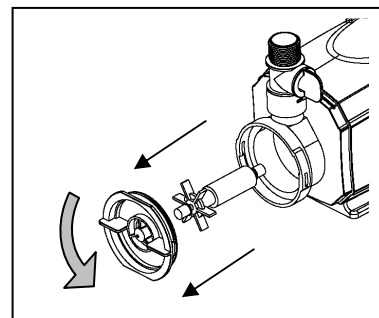

Fig. 9
4. Quite la cubierta del propulsor para exponer el ensamblaje del propulsor. Quite el ensamblaje del propulsor suavemente tirando en las láminas del propulsor. Utilice un paño suave o cepíllelo para limpiar el ensamblaje del propulsor y el interior de la cubierta del propulsor. Fig. 9